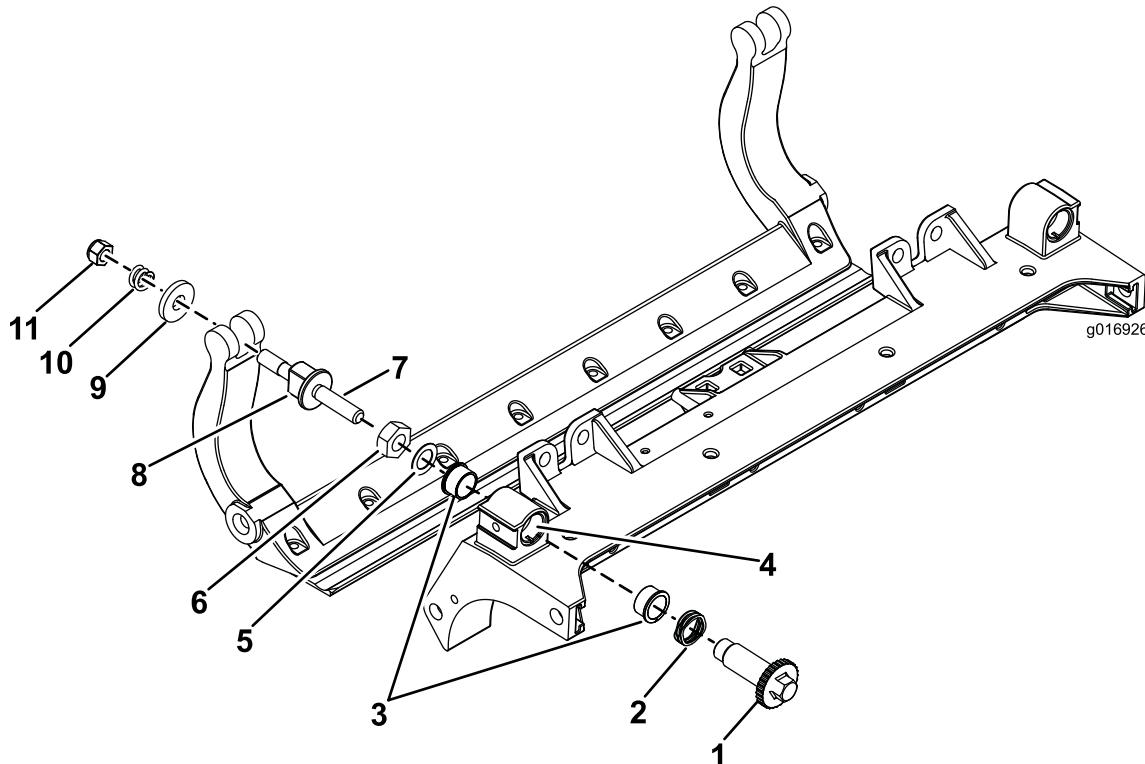

Figura 36
1. Retire todas las piezas (consulte las *Instrucciones de instalación* del Kit HD DPA (Modelo 120-7230) y Figura 36).
2. Aplique compuesto antiadherente en la parte interior de la zona de los casquillos del bastidor de tiro de la unidad de corte (Figura 36).
3. Alinee los salientes de los casquillos con brida con las ranuras del bastidor, e instale los casquillos (Figura 36).
4. Instale una arandela ondulada sobre el eje del ajustador e introduzca el eje del ajustador en los casquillos con brida del bastidor de la unidad de corte (Figura 36).
5. Sujete el eje del ajustador con una arandela plana y una contratuerca (Figura 36). Apriete la contratuerca a 20–27 N·m.
Coloque una arandela de acero por fuera de cada arandela de nylon (Figura 36).
11. Apriete la tuerca de cada ajustador de la barra de asiento hasta que el muelle de compresión esté comprimido del todo, luego afloje la tuerca 1/2 vuelta (Figura 36).